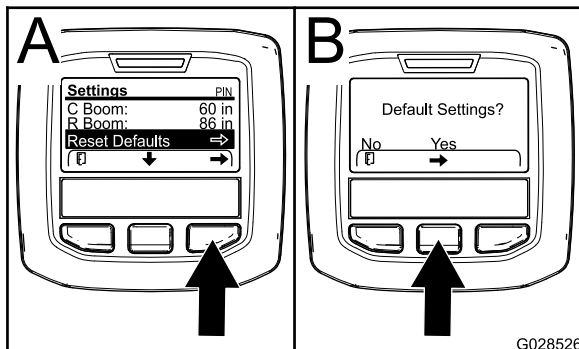

図 75
1. 中央ボタンを押して、「デフォルトに戻す」 Reset Default ヘスクロールする 図 75。
3. 「デフォルトに戻す」画面で、左ボタンを押すと NO となり、右ボタンを押すと YES となる 図 75。